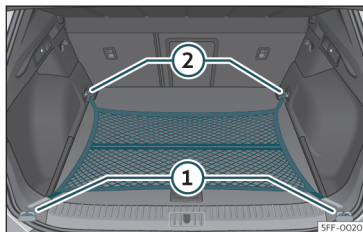

Fig. 112 Nel bagagliaio: rete fermacarico agganciata a livello del piano.
- Fissare i ganci della rete agli occhielli di ancoraggio ① r ②»» **fig. 112** »» . La cerniera della tasca dev'essere rivolta verso l'alto.